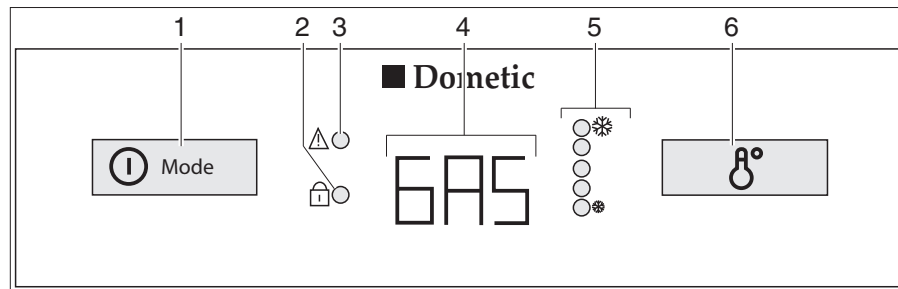

Bild 135 Bedienelemente für den Kühlschrank (Dometic 8er-Reihe mit AES)
Bei Störungen blinkt die Anzeige-LED Störung "⚠" (Bild 135,3).
Wenn die 230-V-Versorgung **nicht** angeschlossen und der Fahrzeugmotor **ausgeschaltet** ist, wählt das AES die Gasversorgung. Beim Anwählen des Gasbetriebs wird die Zündsicherung automatisch geöffnet, so dass Gas zum Brenner strömen kann. Gleichzeitig wird der elektronische Zünder eingeschaltet. Erlischt die Gasflamme, z. B. durch einen Luftzug, wird der Zünder sofort aktiviert und zündet das Gas wieder an. Bei Störung im Gasbetrieb blinkt in der Betriebsanzeige (Bild 135,4) der Text "GAS".
Nach dem Einschalten wählt der Kühlschrank automatisch die mittlere Thermostateinstellung. Diese Einstellung kann manuell mit dem Schalter für die Temperatureinstellung (Bild 135,6) nachgeregelt werden. Die Anzeige-LEDs (Bild 135,5) zeigen die gewählte Thermostateinstellung an. Mit dem Schalter wird die Kühltemperatur für alle drei Energiearten eingestellt. Es dauert einige Stunden, bis der Kühlschrank die normale Betriebstemperatur erreicht hat. Beim Umschalten der Betriebsart wird die Thermostateinstellung beibehalten. Die Kühltemperatur wird unabhängig von der Energieart beibehalten.
- Den Einschalter/Energie-Wahlschalter (Bild 135,1) 2 Sekunden lang drücken, um das Gerät einzuschalten. Die zuletzt gewählte Betriebsart wird in der Betriebsanzeige (Bild 135,4) angezeigt.
- Mit dem Einschalter/Energie-Wahlschalter (Bild 135,1) die Energieart wählen.
- Die Kühltemperatur am Schalter für Temperatureinstellung (Bild 135,6) einstellen. Die Anzeige-LEDs (Bild 135,5) zeigen die gewählte Thermostat-Einstellung.
- Den Einschalter/Energie-Wahlschalter (Bild 135,1) 2 Sekunden lang drücken. Alle Anzeigen erlöschen.